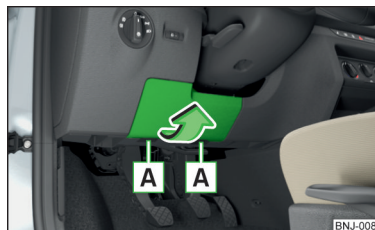

Fig. 281
- Quitar la cubierta de la caja de fusibles » fig. 281 en el sentido de la flecha.